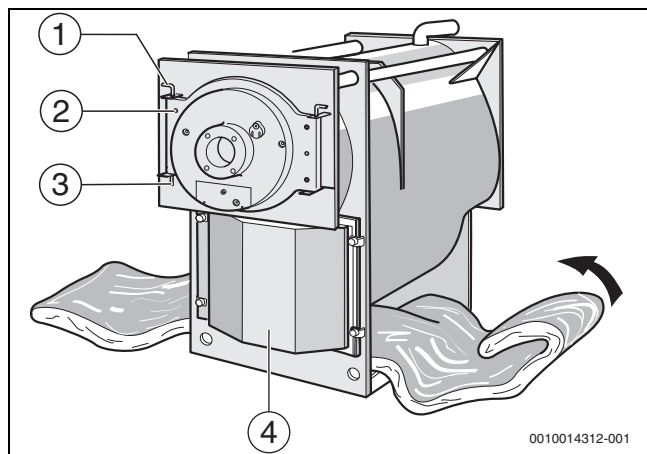

Fig. 9 Împingeți izolația termică sub cazan
- Asigurați-vă că ambele bolțuri de balama sunt fixate (→ fig. 9, [1], pagina 18).
- ▶ Desprindeți șuruburile ușii [2] și rabatați ușa camerei de ardere (→ fig. 9, pagina 18).
- ▶ Închideți ușa camerei de ardere și asigurați-o cu șuruburile pentru ușă [2] (→ fig. 9, pagina 18).